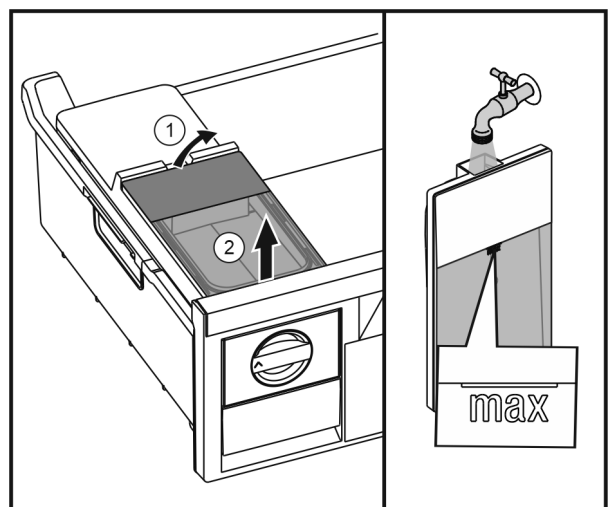

Fig. 46
- ▶ Sollevare il serbatoio dell'acqua da dietro Fig. 46 (1) e rimuoverlo sollevandolo Fig. 46 (2).